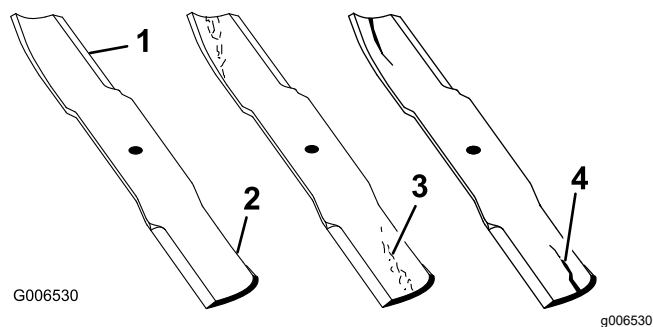

Figura 74
1. Inspectai marginile de tăiere (Figura 74).
4. Dacă observai orice crăpături, urme de uzură sau formarea unei fante în această zonă, instalați imediat o lamă nouă (Figura 74).